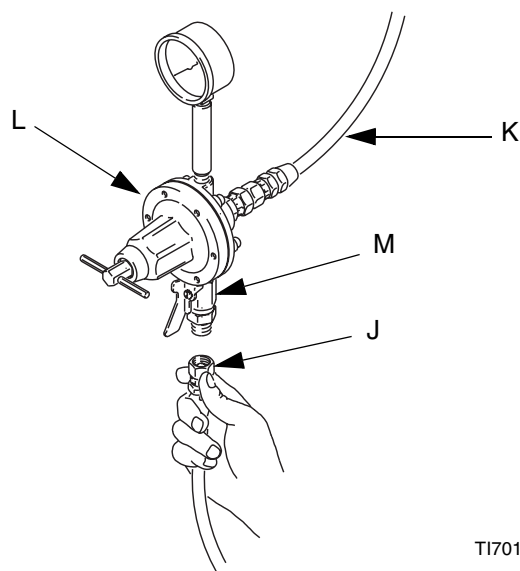

図. 9: 液ホースを接続します
液レギュレータ (L) を液ラインに取り付け、ガンへの液圧を制御します。図. 9 を参照してください。
シャットオフバルブ (M) を取り付け、ガンへ流れる液を遮断します。図. 9 を参照してください。
2. 液ホース (J) の他方の端を調整液供給アウトレット (M) に接続します。図. 9 を参照してください。